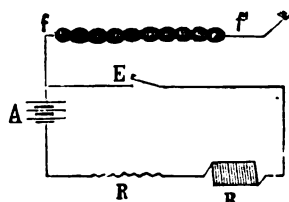

Fig. 1.
goccioline mediante un filo metallico. Disposte così le cose, si formò un circuito con alcuni accumulatori *A*, una resistenza *R* ed una bobina *B* (fig. 1) (2); si unì uno dei filini *f* del coherer a gocce di mercurio con un punto del circuito predetto, mentre l'altro filino *f'* si mise al suolo. Interrompendo il circuito in *E*, le gocce di mercurio si riunirono in un unico bastoncino a diametro più stretto nei punti di saldatura delle gocce: il fenomeno della congiunzione di queste si appalesava come un'onda procedente da *f* ad *f'*, ciò che era dovuto al